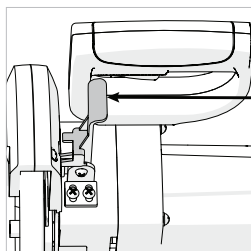

図17
- ・ブレードの回転速度が安定したら、親指でブレードカバー解除レバーを押してロックを解除し、静かにハンドルを押し下げて切断を開始します。（**図17**）